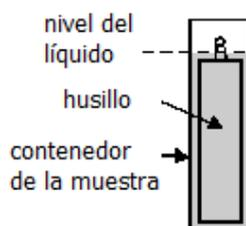

Figure10: Adaptateur LCP plein
- Placez le crochet (H) sur le mobile (L).
- Insérez le mobile (L) dans la jaquette de circulation. **(Veillez consulter la note \*\* ci-dessous).**
- Fixez le connecteur (G) au viscosimètre (dans le trou qui se trouve dans la partie arrière du récipient métallique).
- Vérifiez le niveau de l'échantillon. Le niveau de l'échantillon devra être approximativement au milieu du cône qui est connecté au crochet du connecteur du mobile (H). Veuillez consulter la figure 10 pour toutes informations supplémentaires.
- Placez le bouchon supérieur (N).